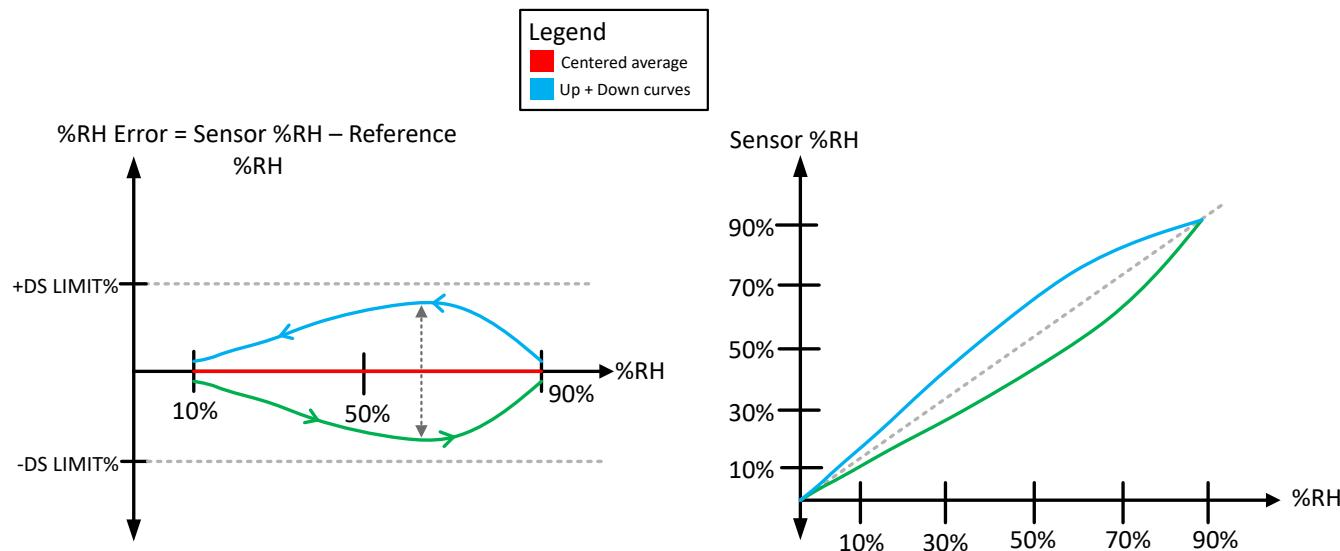

图 2-2. RH 迟滞示例
- **RH 迟滞**：上升曲线（环境 RH 增加时的 RH 误差）或下降曲线（环境 RH 减小时的 RH 误差）与上升曲线和下降曲线的中心平均值之间的差异。正 RH 迟滞是中心平均值与下降曲线之间的间隙，负 RH 迟滞是中心平均值与上升曲线之间的间隙。之所以会出现迟滞，是因为检测聚合物记忆了以前检测到的湿度条件。因此，如果以前暴露于低 RH 条件则 RH 传感器的 RH 误差将略微为负，以前暴露于高 RH 条件则略微为正。RH 迟滞的确切形状可能随不同的环境温度而变化。图 2-2 展示了“上升和下降”曲线两个不同的视图，一个显示 RH 误差与参考 RH 间的关系，另一个显示测得的 RH 与参考 RH 间的关系。